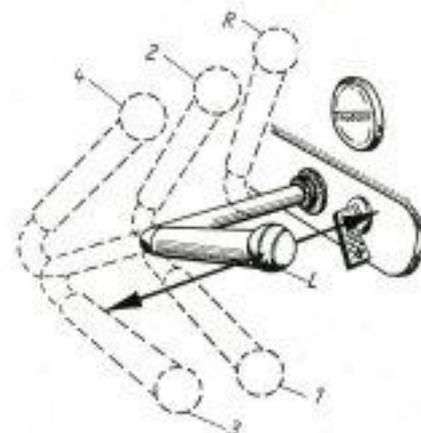

Bild 47. Schalthebelstellungen für die verschiedenen Gänge (L = Leerlaufstellung)
Die Schalthebelstellungen für die einzelnen Gänge sind aus Bild 47 zu erkennen. Der Schalthebel steht also in Leerlaufstellung, wenn sich dieser in Fahrzeuggängsrichtung hin- und herschieben läßt.
1. Gang einschalten (siehe Schalthebelstellungen auf Bild 47).
Wie aus Bild 47 ersichtlich, liegt der Rückwärtsgang vorn links. Zum Einschalten des Rückwärtsganges ist also der Schalthebel ganz nach vorne zu schieben, wobei eine spürbare Arretierung überbrückt werden muß. Erst dann kann der Rückwärtsgang nach links oben eingeschaltet werden.